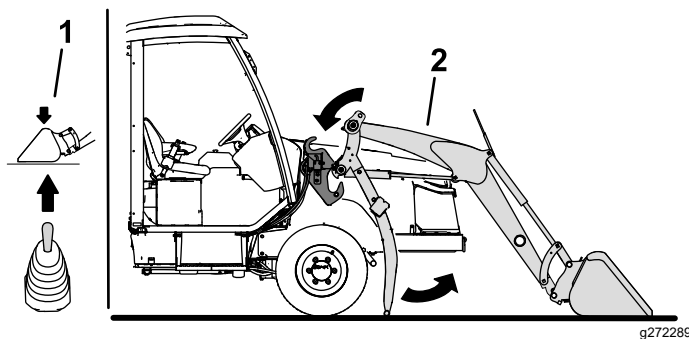

Рисунок 55
6. Запустите двигатель и с помощью джойстика погрузчика опустите стрелы погрузчика в крепления рамы погрузчика (Рисунок 55).